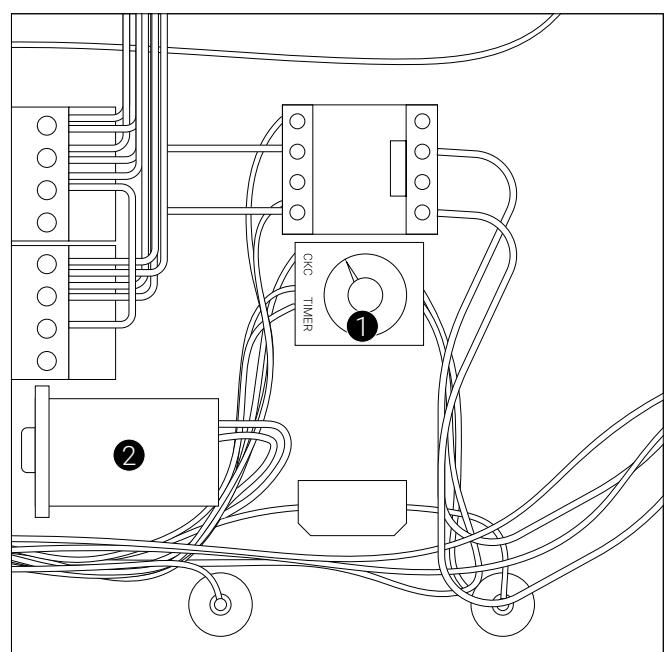

Рис. 7
**9.4.14.** Осуществить настройку парогенератора путем настройки таймера и терmostата (см. рис. 7 поз. 1,2). Для большинства случаев достаточно терmostатом определить температуру 200°C, а таймером 3 секунды (примерно четыре распыления в цикле нагрева). При необходимости увеличить температуру и количество пара, выставить большую температуру терmostata